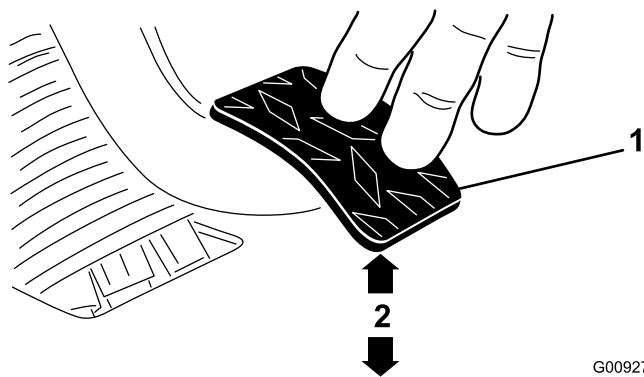

Figura 64
3. Ajuste las contratuercas o la articulación esférica hasta que el borde trasero del pedal del embrague esté a 9,2–9,8 cm del borde superior del dibujo a rombos de la chapa de suelo al aplicar una fuerza de 1,8 kg al pedal (Figura 64).